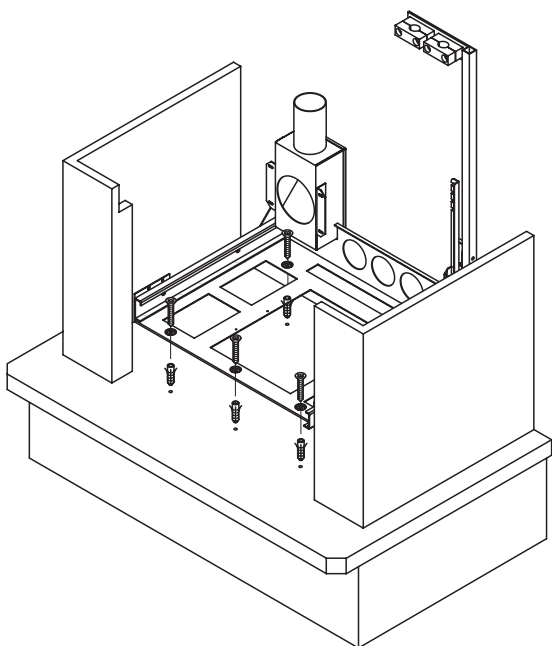

Fig. 6.1.9
- 3) Positionner et fixer le soubassement au plan de la cheminée à l'aide des chevilles (Fig. 6.1.9);
- 3) Posicionar y fijar con tacos la base al hogar de la chimenea (Fig. 6.1.9);